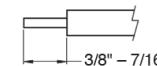

Figure 3
STEP 8: Cut supply cable to desired length. Strip black and white wire leads with wire strippers to expose 3/8"- 7/16" of bare metal (See Figure 3).
PASO 8: Corte el cable de suministro según la longitud deseada. Pele las terminales de los cables negro y blanco con los alicates de corte para dejar expuesto 3/8" a 7/16" de metal (vea la Fig. 3).